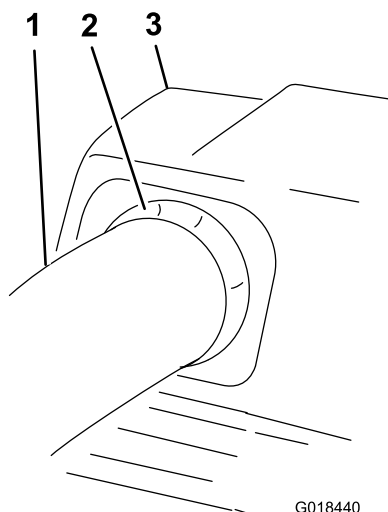

Figura 21
10. Retire un poco el tubo superior hasta que la junta sobresalga por encima del tubo inferior (Figura 21).
19. Retire un poco el tubo superior hasta que la junta sobresalga por encima del conjunto del soplador (Figura 21).